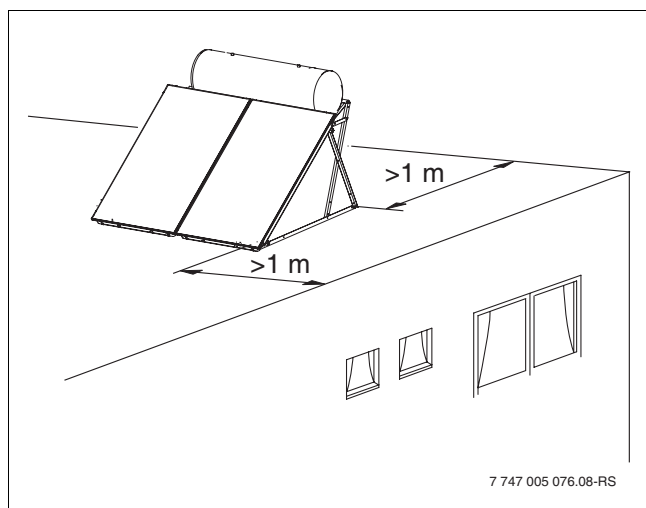

Fig. 8 Distance par rapport au bord du toit (ici système 300 l)
- ▶ Prévoir une distance minimale d'un mètre déjà avant le montage entre le support et le bord du toit plat (→ fig. 8).